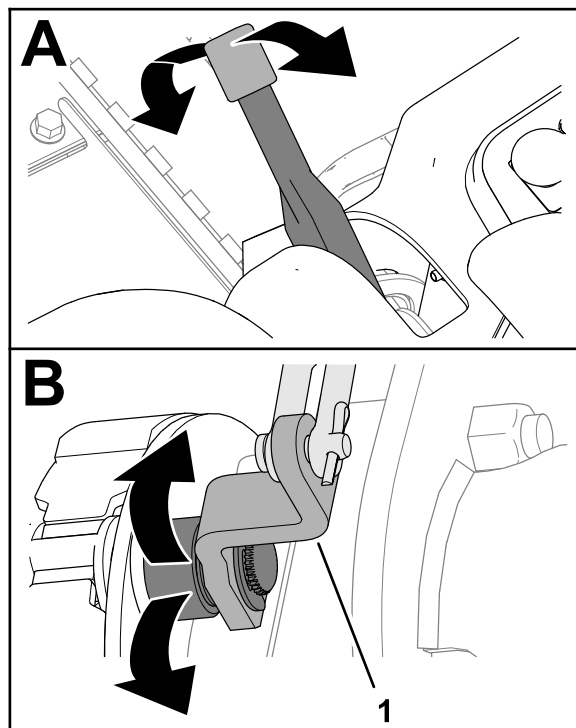

Рисунок 71
2. Переведите рычаг стояночного тормоза вверх и вниз, чтобы убедиться, что рычаг кулачка тормоза перемещается свободно (Рисунок 71).